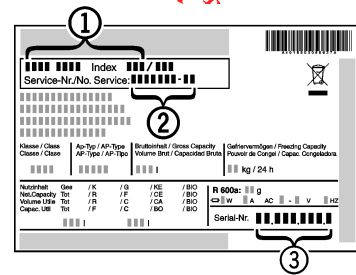

Fig. 9
- Διαβάστε την περιγραφή συσκευής *Fig. 9 (1)*, τον Αρ. σέρβις *Fig. 9 (2)* και τον Αρ. σειράς *Fig. 9 (3)* από την πινακίδα στοιχείων. Η πινακίδα στοιχείων βρίσκεται στην αριστερή εσωτερική πλευρά της συσκευής.
- Ενημερώστε το τμήμα εξυπηρέτησης πελατών και αναφέρετε τη βλάβη, την περιγραφή της συσκευής *Fig. 9 (1)*, τον Αρ. σέρβις *Fig. 9 (2)* και τον Αρ. σειράς *Fig. 9 (3)*.